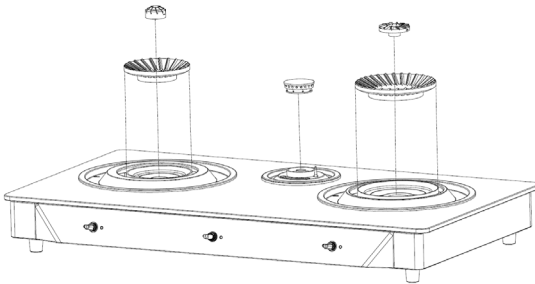

Abbildung 2
2. Prüfen und justieren Sie die Brennerkappe und den Brenner, bis sie übereinstimmen (siehe Abbildung 2).